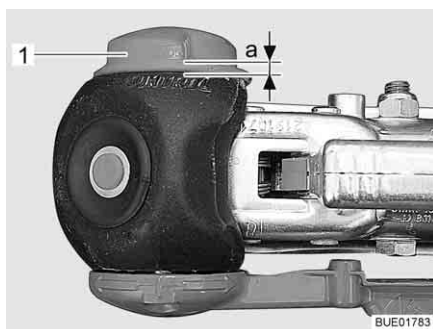

Bild 208 Slitagekontroll
- Vrid ratten (Bild 208,1) tills vridmomentbegränsningen tydligt (och ljudligt) spärrar. Vridriktning: medurs.
- Avstånd $a > 0$ (Bild 208): Slitage inom tillåtna gränser.